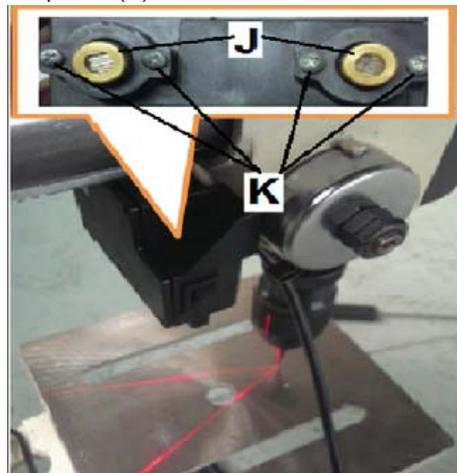

Рис.7
- Перехресний лазер (S, Рис. 7) може бути включений або виключений.
- Обидва лінійних лазера (J, Рис. 7) повинні бути встановлені так, щоб їх промені сходилися в центрі свердління.
- Для регулювання послабте ручки настройки (K).